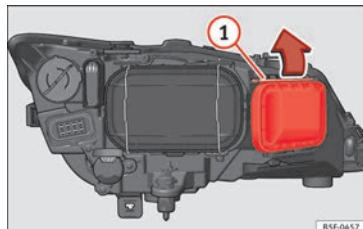

Fig. 105 Lâmpada das luzes indicadoras de mudança de direção.
- Desloque o tirante » **Fig. 105** ① no sentido da seta e puxe a tampa.